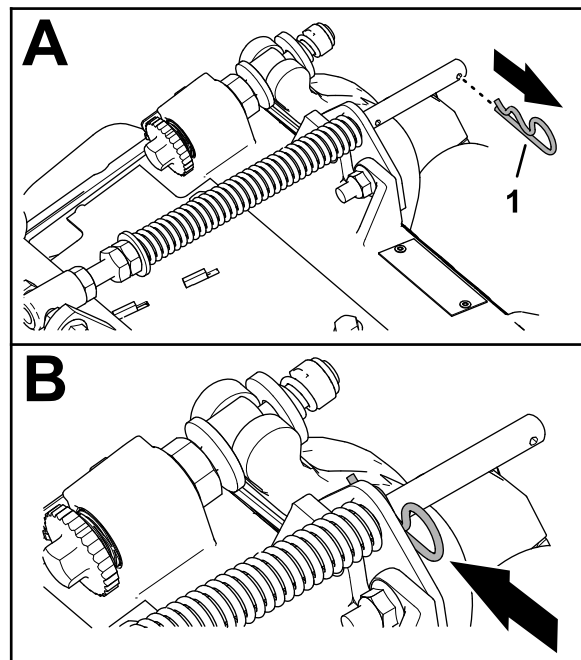

Bild 10
1. Wenn der Splint im hinteren Loch der Kompensierungsfederstange installiert ist, entfernen Sie den Splint und setzen Sie ihn in das Loch neben der Halterung ein (**Bild 10**).